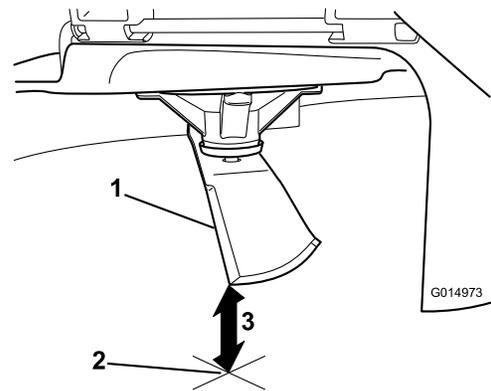

Рисунок 77
5. Відміряйте відстань від кінчика ножа до пласкої поверхні (Рисунок 77).